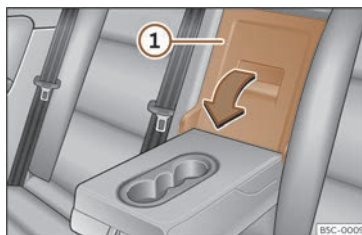

Fig. 175 No respaldo do asento traseiro: apertura da trapela.
- Tire da panca de desbloqueo no sentido da frecha e abata completamente a tapa da trapela >>> **fig. 175** ① cara adiante.